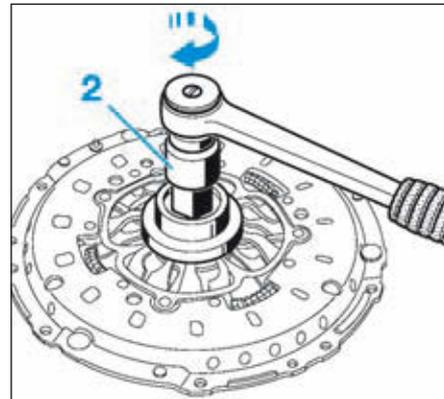

FIG.5
- Visser l'écrou (2) jusqu'au blocage (Fig.5).